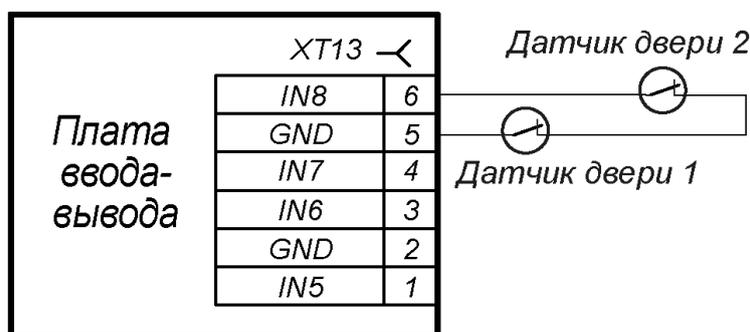

Рисунок 12. Схема подключения датчиков дверей
Датчики подключаются к плате ввода-вывода (22) к любому свободному входу платы в соответствии со схемой на рис. 12. Вход конфигурируется соответствующим образом в ПО АСПП **PERCo.Паркинг**.